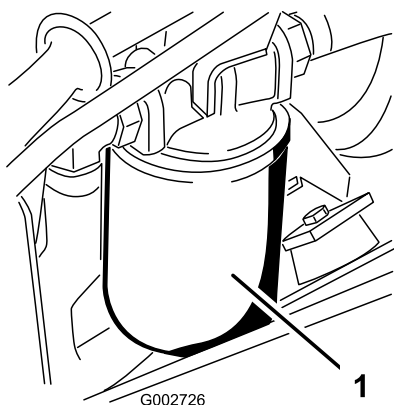

图 46
4. 在位于机器左侧的液压油过滤器下方放置一个放油盘 图 46。
7. 安装新液压滤芯通过用手旋转新液压滤芯 图 46 直至垫片接触滤头 然后再将滤芯旋转 3/4 圈。